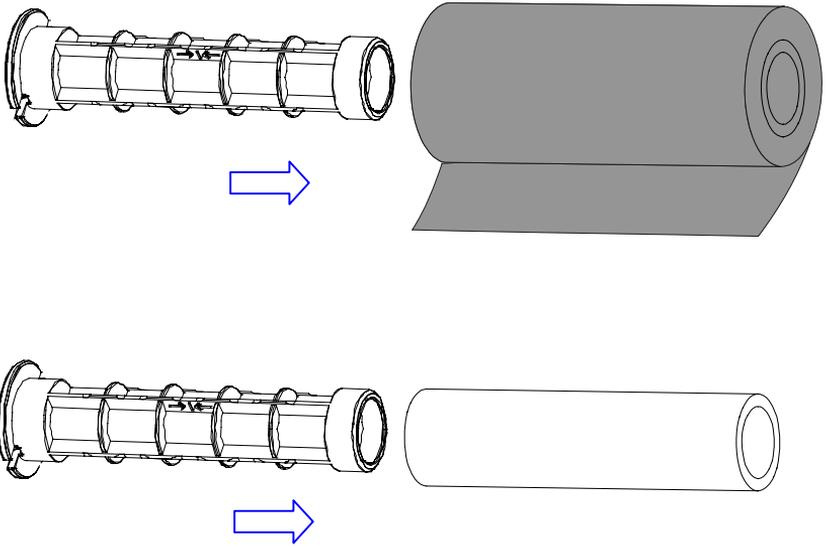

图 5-3
4. 拆开碳带卷和空卷芯(图 5-3)；
5. 将一个碳带适配管如图示方向插入碳带的纸芯中(图 5-3)；
8. 将另一个碳带适配管插入空纸芯中(图 5-3)；